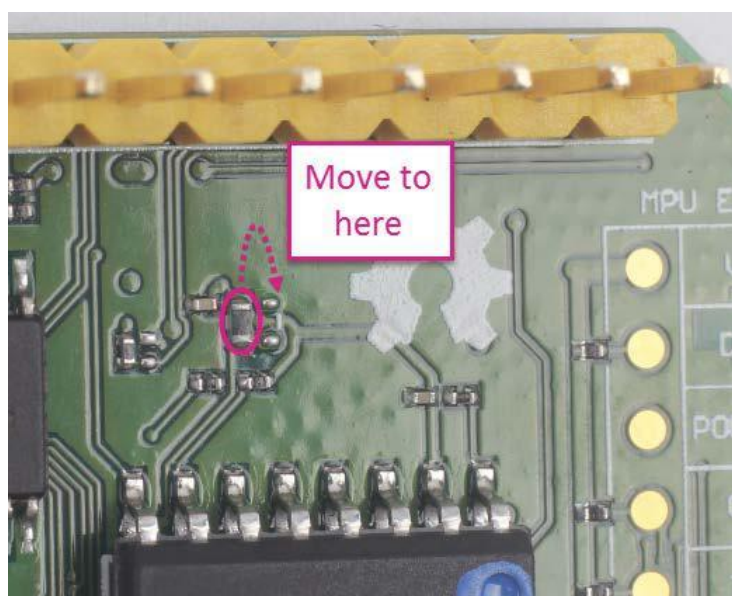

图 5 移动电阻以范围 JTAG 模式
- 2) 把电阻拆下来并重新焊接到右边的位置，如图 5 所示。完成这一步之后，重启开发板即可激活 JTAG 功能。